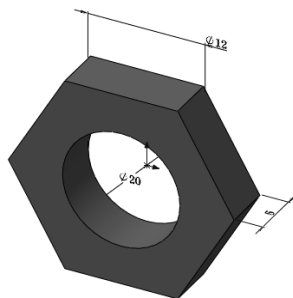
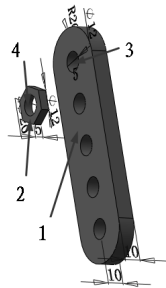

图 11-22 圆柱零件
图 11-23 插入零件后的装配体
3) 选择菜单栏中的“插入”→“零部件”→“现有零件/装配体”命令，插入已绘制的名为“圆柱”文件，圆柱零件的尺寸如图 11-22 所示。调节视图中各零件的方向，插入零件后的装配体如图 11-23 所示。
5) 将图 11-23 所示的平面 1 和平面 2 添加为重合配合关系, 将圆柱面 3 和圆柱面 4 添加为同轴心配合关系, 注意配合的方向。